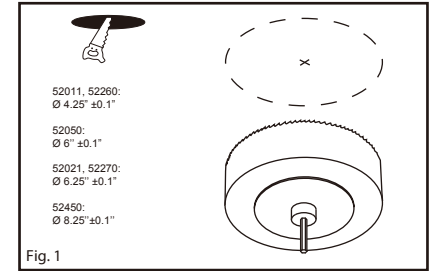

Fig. 1
1. Use the hole size template included in box to drill the hole in ceiling. Prepare supply wires: Install and unshield the line feed cable 6" (15cm) and strip wires 5/8" (1.6cm). (Fig.1)
1. Utilisez le gabarit de taille de trou inclus dans la boîte pour percer le trou dans le plafond. Préparez les fils d'alimentation. Installer et dénuder le fil du secteur de 6 po (15 cm) et dénuder les fils de 5/8 po (1.6 cm). (Fig. 1)